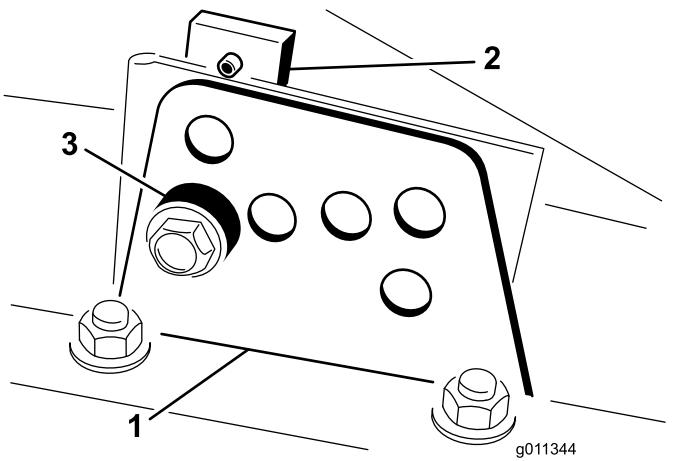

Figura 15
4. Enquanto estiver suportar a câmara, retire o espáçador (Figura 15).
2. Desaperte o parafuso que prende o suporte da altura de corte à placa da altura de corte (frente e de cada lado), conforme se mostra na Figura 15.